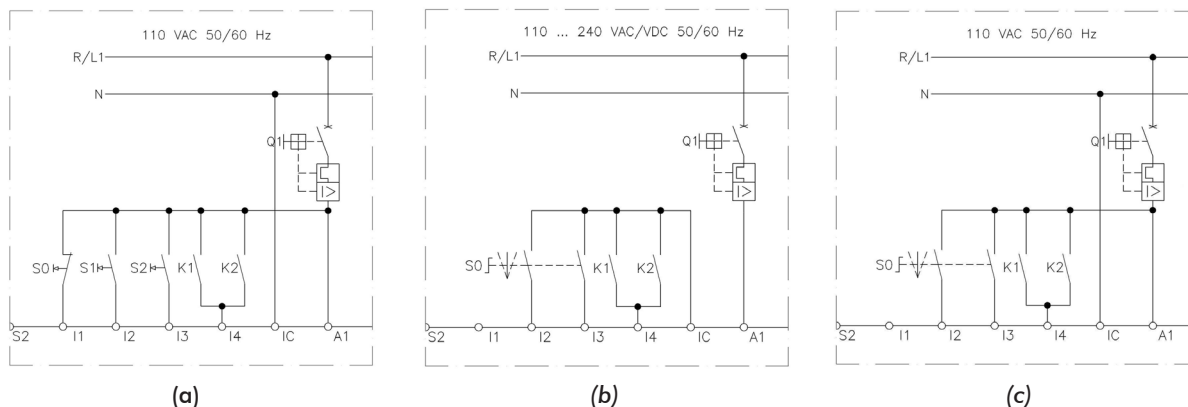

Figura 5.19 (a) - Detalhe modificação para acionamento utilizando entradas digitais em 110 Vac e acionamento por botoeiras (P230 = 1)
Para a unidade de controle (UC) com entradas digitais em 110 Vca é destacada a modificação do esquema na figura 5.19 (a). Para acionamento através das entradas digitais (P229 ou P232 = 0) em 24 Vcc, e em 110 Vca, utilizando lógica de controle a dois fios (chave) (P230 = 1) são destacadas as modificações do esquema na figura 5.19 (b) e (c).